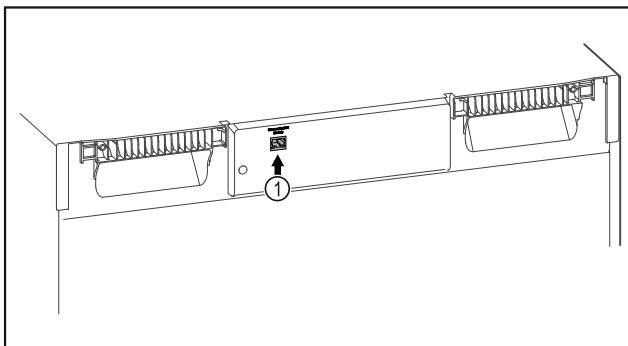

Fig. 103
SmartModule Fig. 103 (1) установлен.